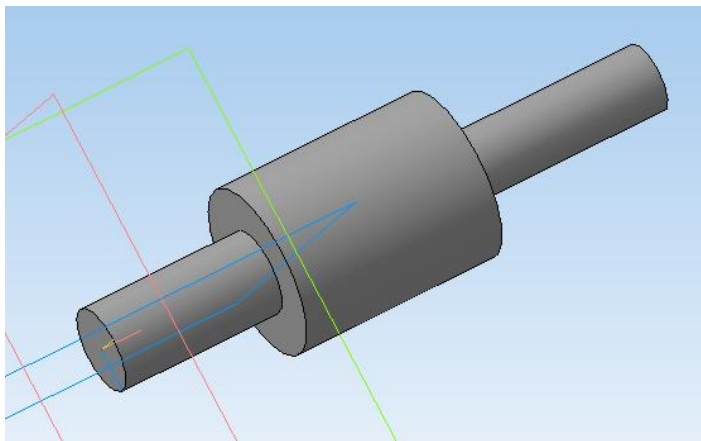

Рис. 3.5. Модель вала
2. Применить к эскизу *Операцию вращения* . Получится модель вала (рис. 3.5).